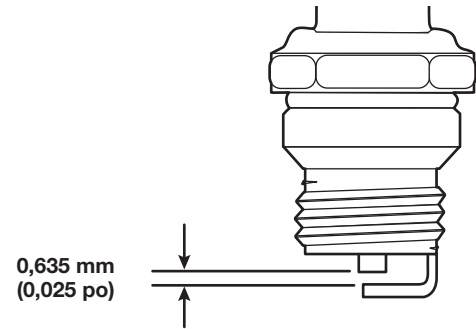

Fig. 46
7. Utilisez une jauge d'épaisseur pour régler l'écartement à **0,635 mm (0,025 po)** (Fig. 46).